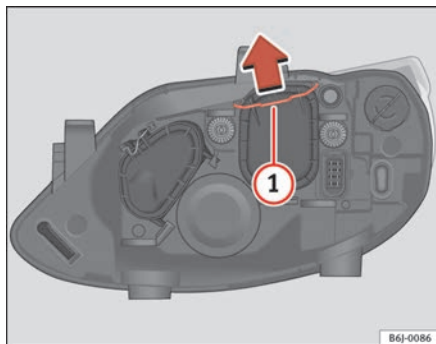

Fig. 145 Luz de cruce
- Desplace el tirante ⇒ fig. 145 (1) en el sentido de la flecha y saque la tapa.